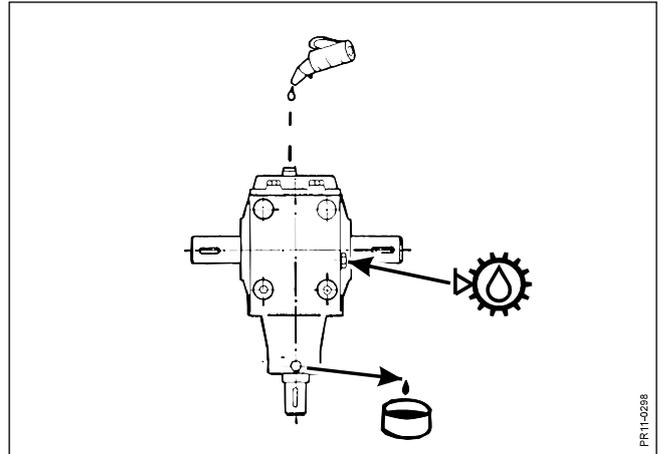

Fig. 4-7
- Fig. 4-7 **Capacité d'huile:**  1,5 l